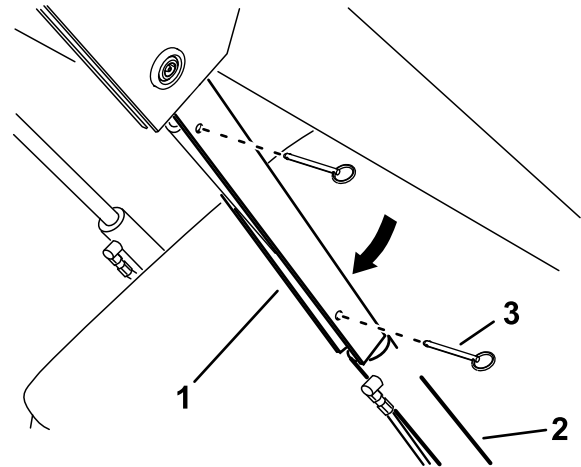

Figura 39
5. Coloque el bloqueo del cilindro sobre la varilla del cilindro de elevación (Figura 39).